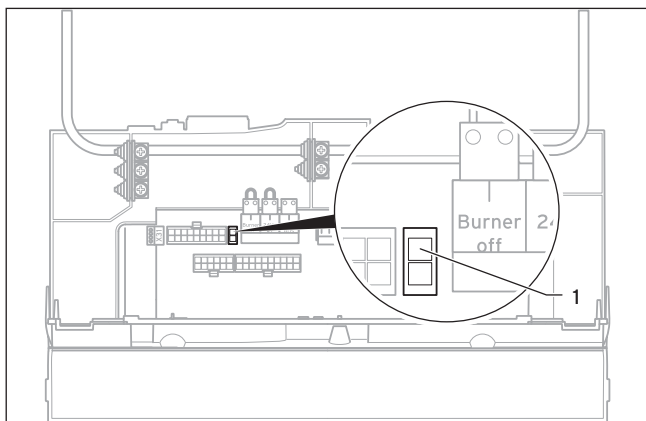

Fig. 2.4 Sostituzione della resistenza di codifica
- Durante l'avvitamento dei dadi per raccordi al valvolame con una chiave a forcella, tenere fermo il lato opposto di (5) e/o (6).
- Sganciare il coperchio posteriore (2) del quadro elettronico dagli attacchi del quadro (3).
- Rimuovere la vecchia resistenza di codifica (1, fig. 2.4).